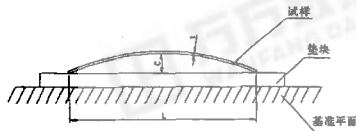

图1 尺寸间的关系
2.1 测量方法如图1所示,即测量热双金属试样整个宽度方向距平面的偏差(高)。正常情况下最高点在(或接近)试样的中心。